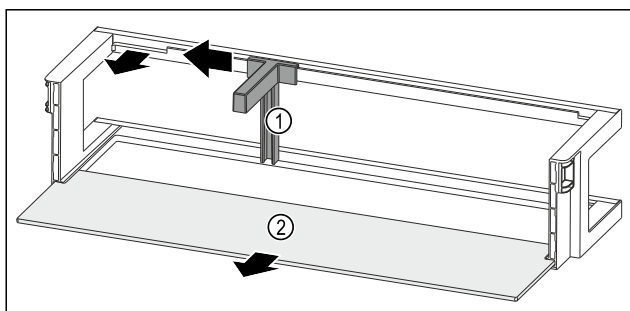

Fig. 149 Дверная полка с держателем для бутылок и съемной полкой
- ▶ Сместите держатель для бутылок Fig. 149 (1) до выемки в сторону.
- ▶ Извлеките держатель для бутылок Fig. 149 (1).
- ▶ Извлеките съемную полку Fig. 149 (2).